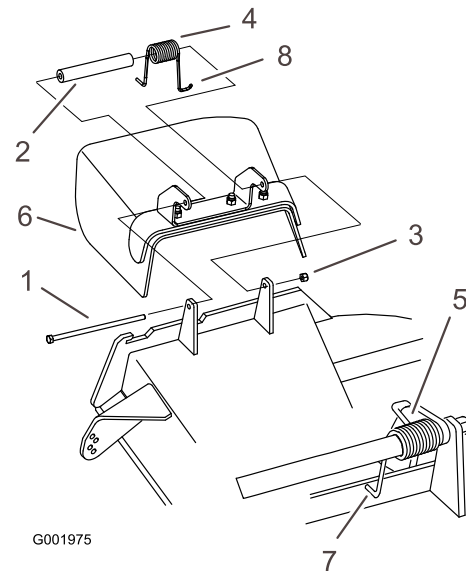

Figura 72
- Retire la contratuerca, el perno, el muelle y el espaciador que sujetan el deflector a los soportes de pivote (Figura 72). Retire el deflector de hierba dañado o desgastado.
Nota: Asegúrese de colocar el extremo en **L** del muelle detrás del reborde de la plataforma antes de instalar el perno, según se muestra en la Figura 72.
3. Instale el perno y la tuerca. Coloque el extremo en **J** del muelle alrededor del deflector de hierba (Figura 72).